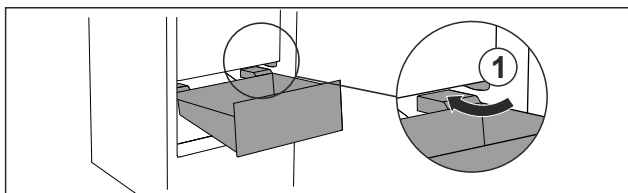

Fig. 77
- ▶ Umetnite ladicu koso oko zaustavljača Fig. 77 (1).